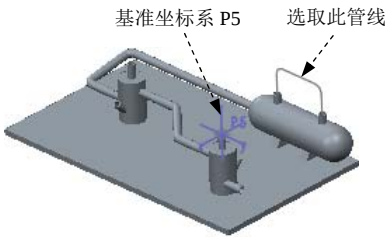

图 16.2.34 选取坐标系
Step1. 在 **管道** 功能选项卡的 **布线** 区域中单击“设置起点”按钮 ，在系统弹出的菜单管理器中选择 **Entry Port (入口端)** 选项，然后选取图 16.2.34 所示的基准坐标系 P5 为管道布置起点。
Step4. 定义分支管道 1。在 **管道** 功能选项卡的 **布线** 区域中单击 **分支**  按钮，系统弹出图 16.2.36 所示的“分支”菜单管理器；选择的 **To Point (至点)** → **Create Pnt (创建点)** 命令，在图形区中选取图 16.2.34 所示的管线 L3 为参考对象；继续在菜单管理器中选择 **Length Ratio (长度比例)** 命令，在系统弹出的文本框中输入比例值 0.5，单击  按钮完成分支